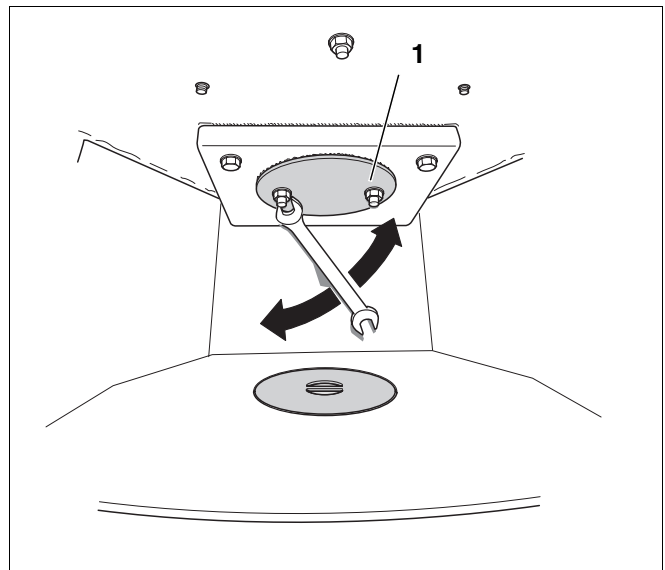

Abb. 12 Verbrennungsluftstutzen
Über den Verbrennungsluftstutzen (Abb. 12, **Pos. 1**) wird die Verbrennungsluft dem Feuerraum zugeführt. Die Verbrennungsluft wird im Korpus des Kaminofens verteilt.
- Der Verbrennungsluftstutzen ist vormontiert (Abb. 12, Seite 12, **Pos. 1**).
- Eine Verbrennungsluftleitung an den Verbrennungsluftstutzen (Abb. 12, Seite 12, **Pos.1**) anschließen.
- Der Durchmesser des Verbrennungsluftstutzens (Abb. 12, Seite 12, **Pos.1**) beträgt 120 mm.